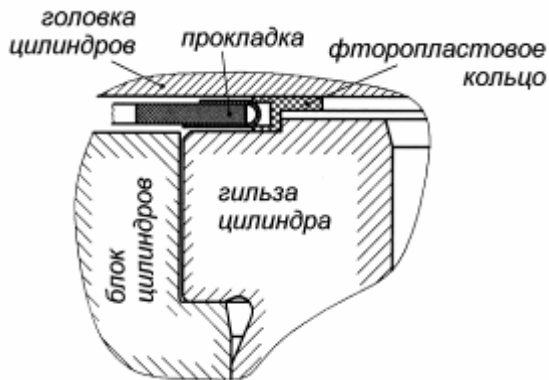

Рис. 8. Схема расположения деталей в месте уплотнения газового стыка
2. Головки цилиндров двигателей ЯМЗ-238БЕ, ЯМЗ-238ДЕ блочные на четыре цилиндра каждая. Конструктивно выполнены в основном аналогично предыдущей блочной головке, но в зоне уплотнения гильз цилиндров нет кольцевых проточек. Стык головки цилиндров, блока и гильзы (рис. 8) уплотняется прокладкой из материала типа «сэндвич» с окантовками цилиндрических отверстий и отверстий для прохода охлаждающей жидкости.